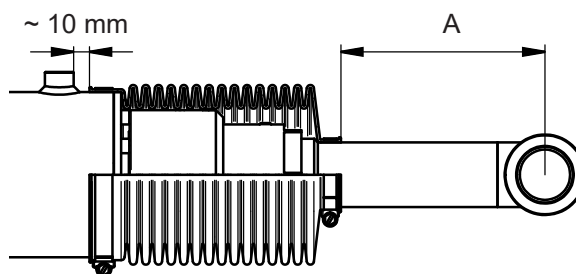

Bild 41. Montering av damasker
11. Montera cylindrarnas damasker. Bild 41.